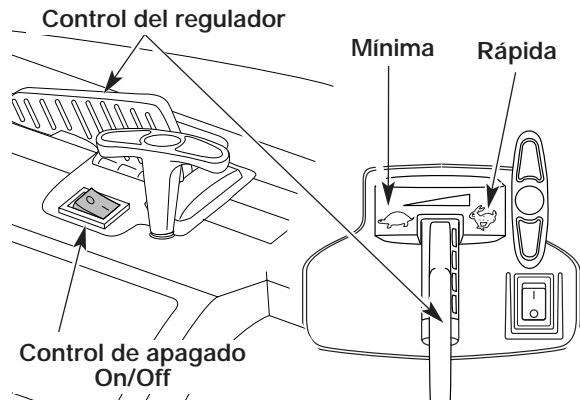

Fig. 10
- NOTA:** No hay necesidad de encender la unidad. El Control de Parada Encendido/Apagado (On/Off) está en la posición Encendido (ON) (I), en todo momento.
3. Ponga la unidad en la posición de arranque (Fig. 12 o Fig. 13). Coloque el control del regulador en la posición de mínima (🐢) (Fig.10).